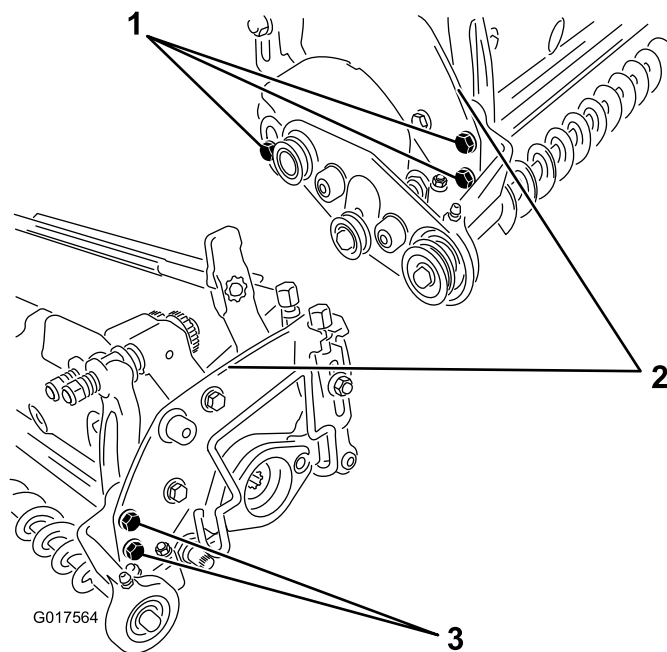

図 8
- A. 油圧モータをカッティングユニットに固定しているボルトを外す(図 8)。